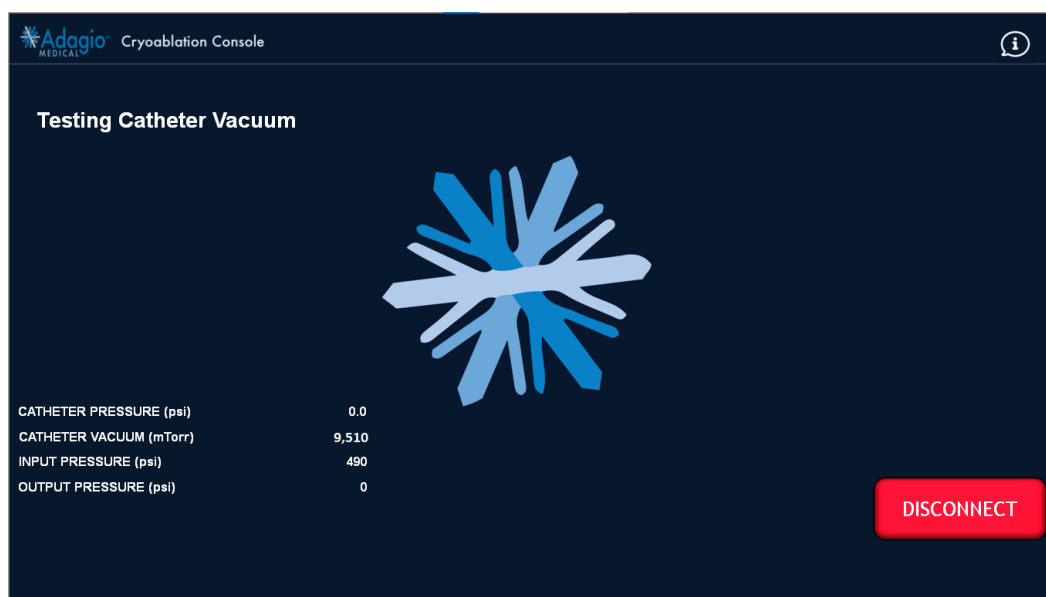
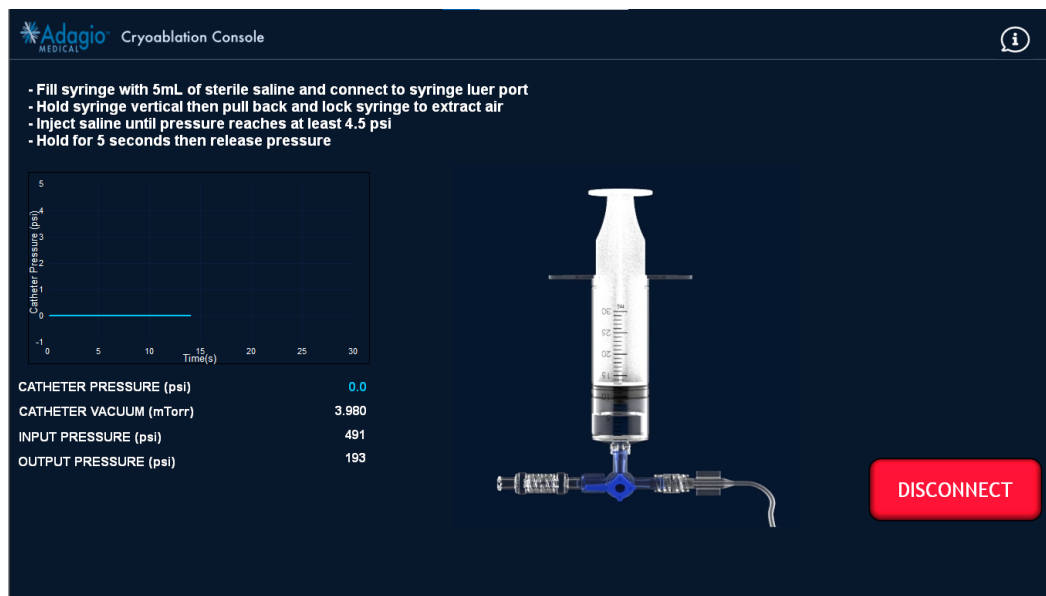
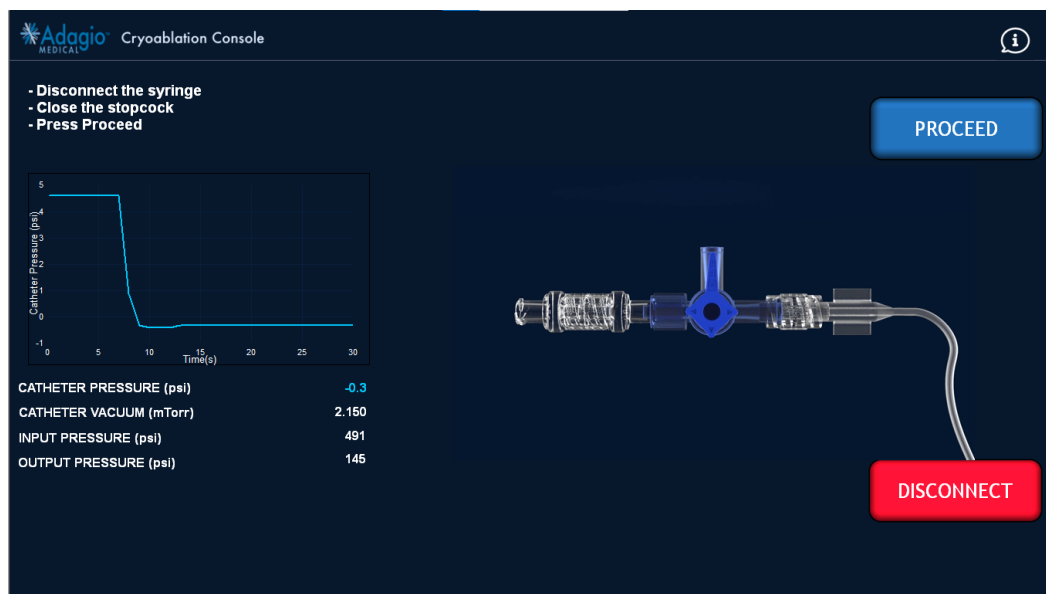

Figure 31 – Écran de test de vide du cathéter
Figure 34 – Écran d'injection du sérum physiologique stérile
Figure 35 – Écran de fermeture du robinet d'arrêt
8. Une fois le cathéter branché correctement, la console commence automatiquement à tester le vide du cathéter (Figure 31). Si le test de vide du cathéter réussit, la console affiche l'écran de rinçage du cathéter, comme illustré sur l'écran de la Figure 34.
9. Pour rincer le cathéter, injecter du sérum physiologique stérile comme illustré sur l'écran (Figure 34). Se reporter au mode d'emploi du cathéter pour des instructions sur l'injection. Une fois le sérum physiologique injecté dans le cathéter, débrancher la seringue et appuyer sur le bouton « PROCEED » (POURSUIVRE).
10. Après avoir appuyé sur « PROCEED » (POURSUIVRE) sur la Figure 34, surveiller la pression du cathéter sur l'écran. Suivre les instructions sur l'animation (Figure 35) pour fermer le robinet d'arrêt et appuyer sur « PROCEED » (POURSUIVRE) pour commencer les auto-tests du cathéter.